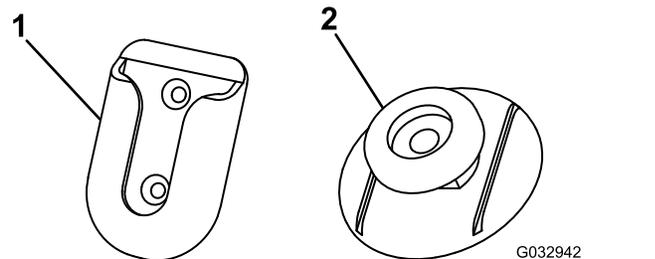

Bild 7
- Reinigen Sie die Rückseite der Drehbefestigung (Bild 7) mit dem Alkoholwisch Tuch und trocknen sie.
- Entfernen Sie das Trägermaterial von einer Seite des Klebematerials und bringen es an der Rückseite der Befestigungsnase an (Bild 7).